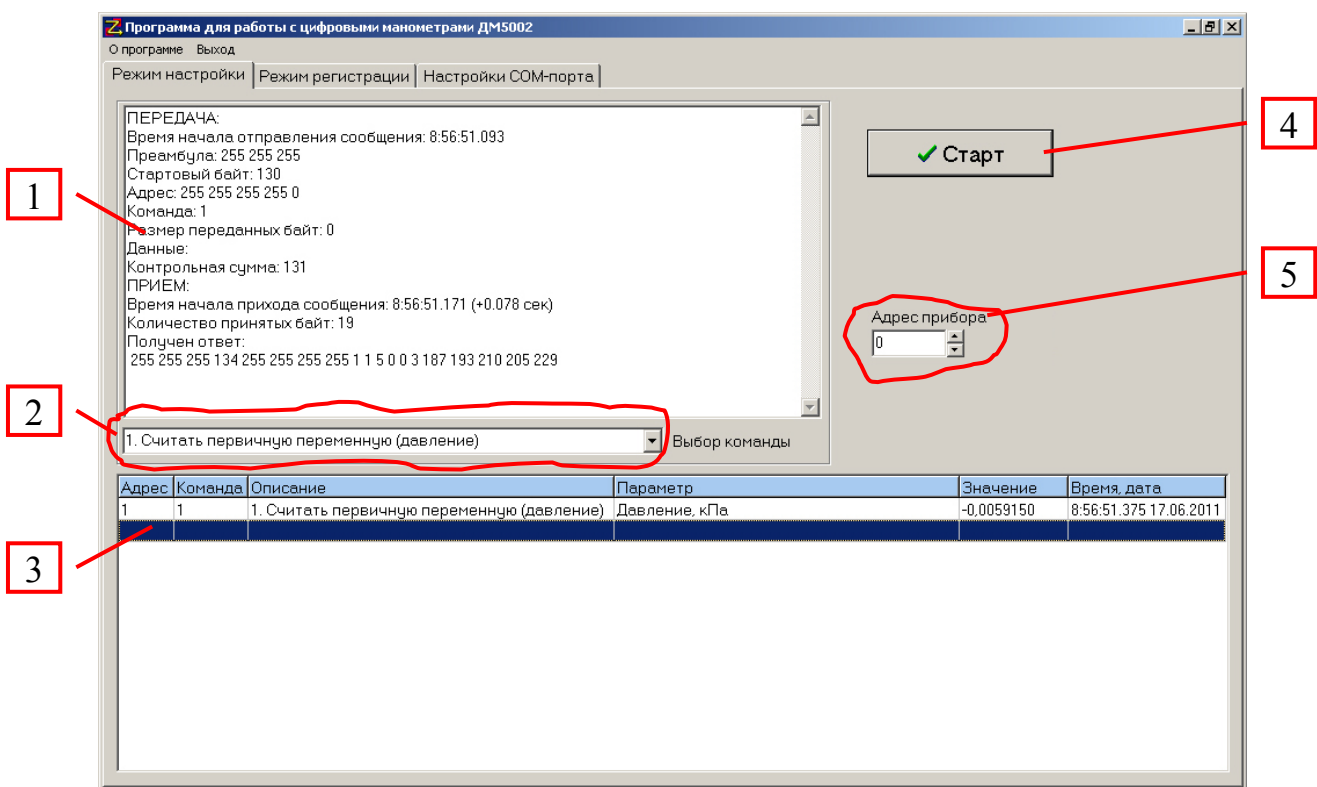

Рисунок 5.2 – Вид окна закладки «Режим настройки»
При нажатии кнопки «Старт» (рисунок 5.2, поз.4) происходит выполнение команды, выбранной пользователем в выпадающем перечне (рисунок 5.2, поз.2). Перечень доступных команд представлен на рисунке 5.3, а в таблице 5.1 приведено их краткое назначение.
5.1.2.1 Команда № 1: «**1. Считать первичную переменную (давление)**». Происходит считывание измеренного прибором ДМ5002 давления в выбранных единицах измерений. Результат выполнения команды отображается в строке поля считанных значений переменных (рисунок 5.2, поз.3).